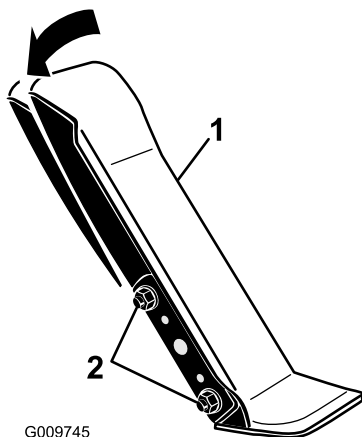

Figura 64
1. Allentare i 2 dadi e bulloni che fissano il lato sinistro del pedale di trazione alla staffa (Figura 64).
2. Inclinate il pedale nell'angolazione desiderata e stringete i dadi (Figura 64).